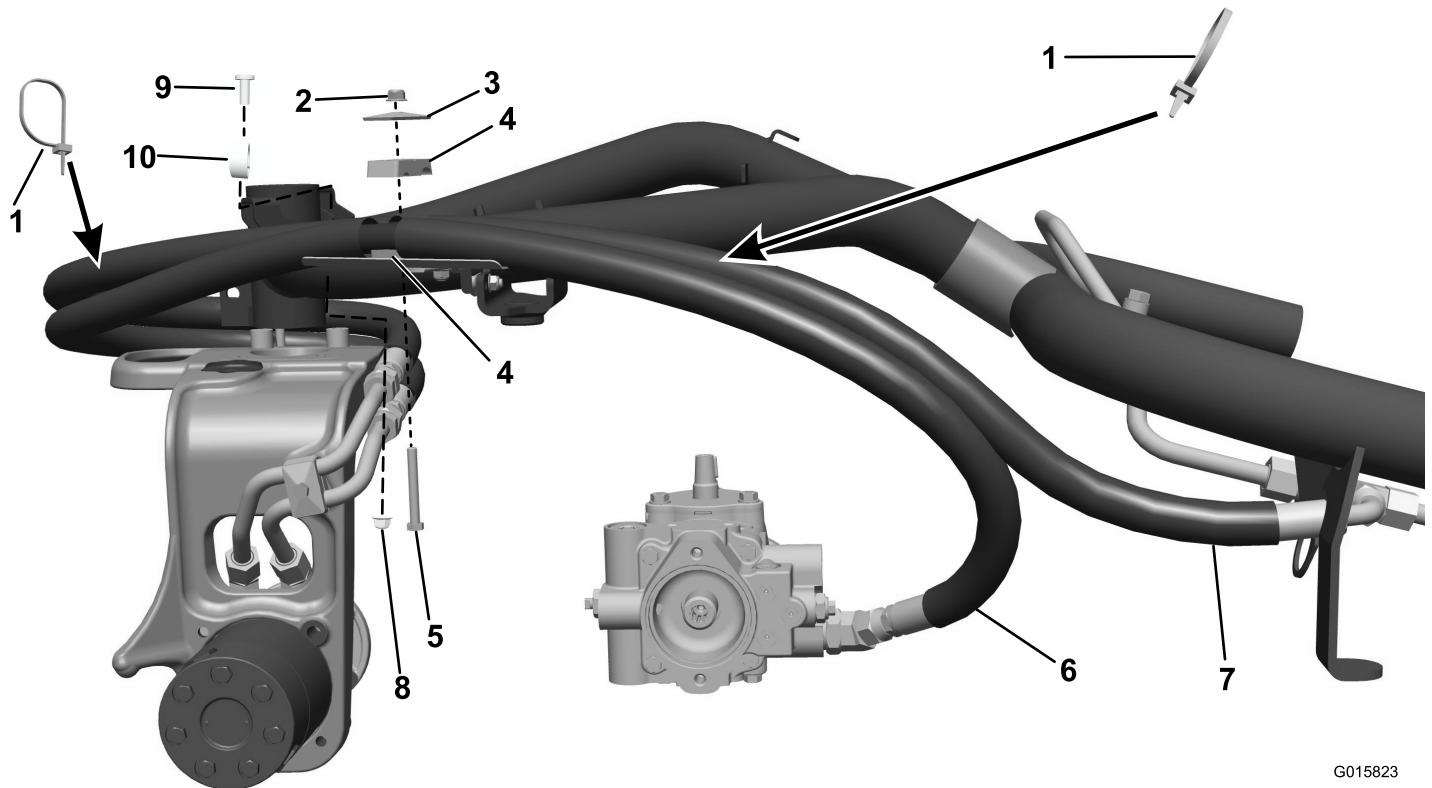
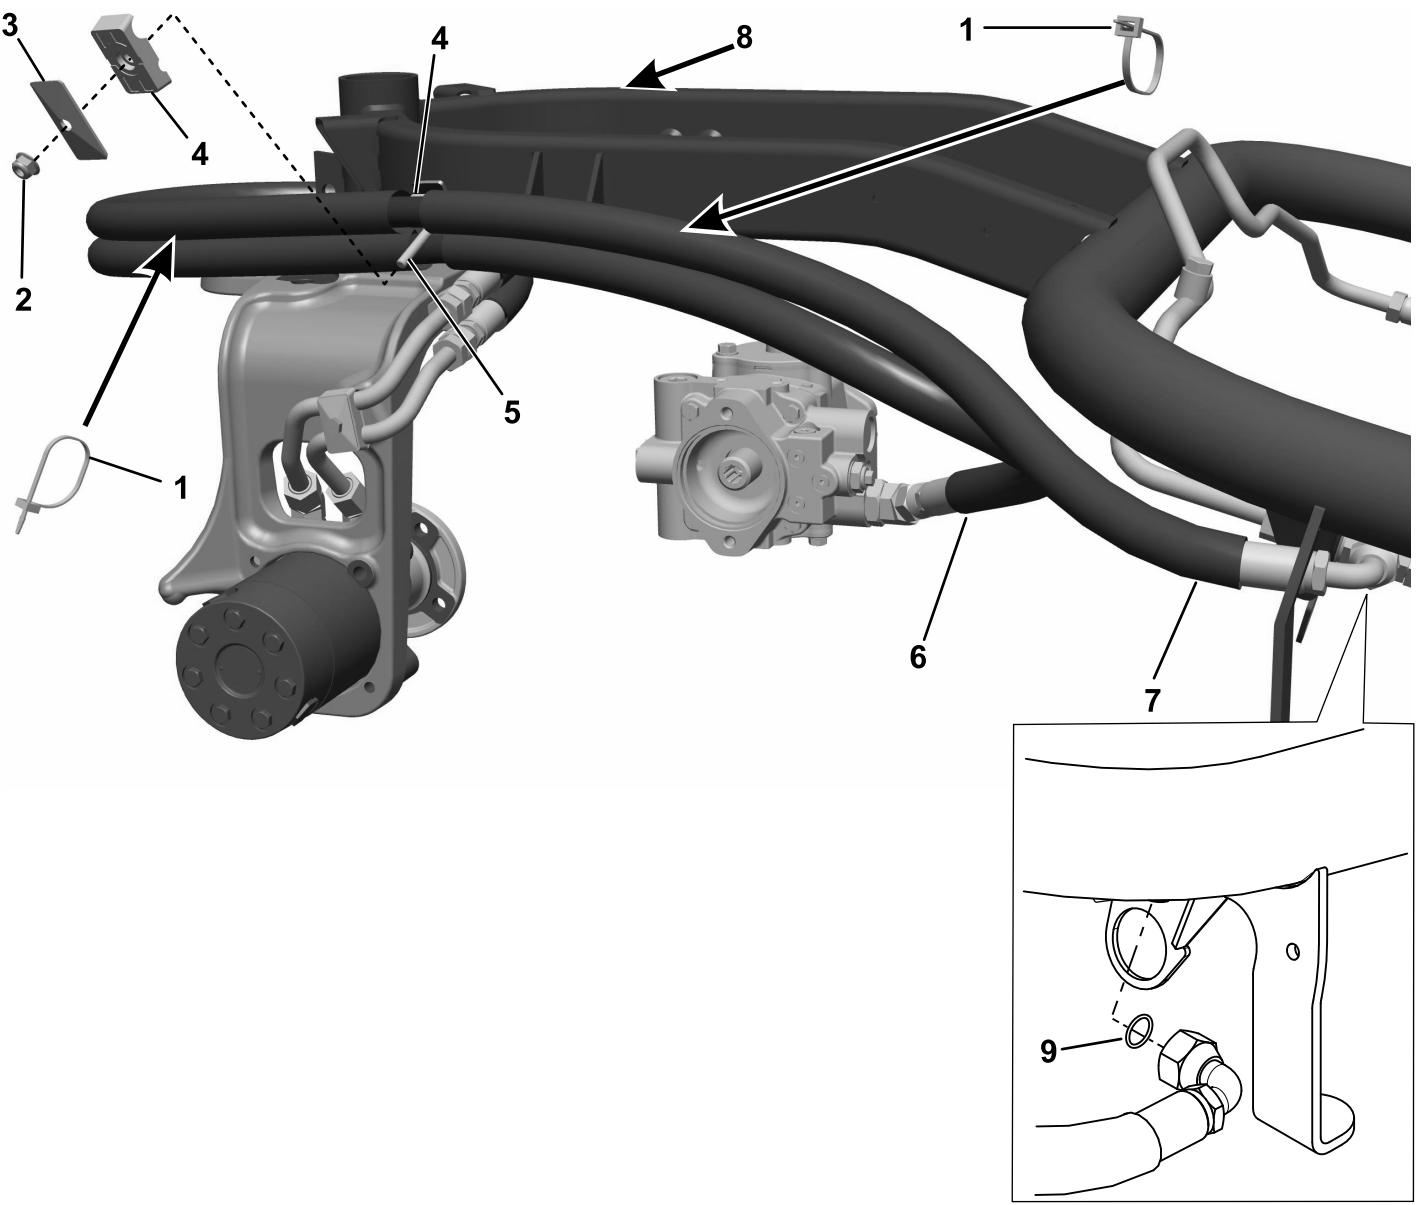

Figure 10
Figure 11
3. Passez le flexible muni de raccords droits à chaque bout dans le guide sur la fourche pivotante et fixez-le à la conduite en acier inférieure. Branchez l'extrémité opposée sur le raccord de pompe hydraulique inférieur (Figure 10 ou Figure 11).
4. Passez l'autre flexible dans le guide et fixez-le à la conduite en acier supérieure. Reliez l'extrémité opposée et le joint torique au raccord en T supérieur du moteur de roue avant (Figure 10 ou Figure 11).
5. Placez les deux flexibles assemblés dans le collier au niveau de la séparation de la gaine, et fixez-les au support (Figure 10 ou Figure 11).
9. Ajoutez des attache-câbles sur les flexibles comme montré à la Figure 10 ou Figure 11. Fixez les extrémités des flexibles, les raccords et les colliers.